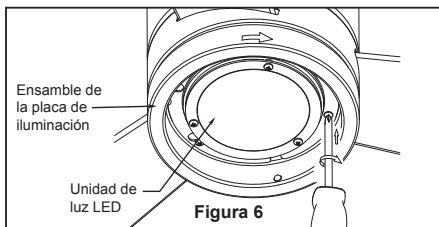

Figura 6
6. Pase los cables a través de la cubierta de unión del motor, la cubierta para el tornillo y el capuchón. (Figura 6)
- ☐ 6. Instale la unidad LED en la ensamble de la placa de iluminación mediante los dos chaveteros. Vuelva a colocar el los tornillos extraídos en el paso 3 y apriete todos los tornillos. (Figura 6)
6. Si desea que el flujo de aire se desplace en la dirección opuesta, apague el ventilador y espere a que las aspas se detengan. Luego deslice el conmutador inversor a la posición contraria y vuelva a encender el ventilador. (Figura 6)